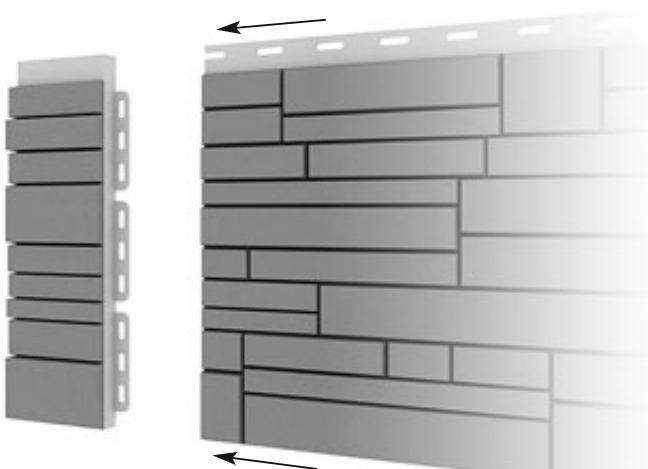

рис. 11: вариант А
3.3. Наружный угол коллекции «скалистый камень» имеет также свои отличительные особенности при монтаже. Наружный угол «скалистый камень» крепится так же на обрешетку, но в отличие от углов других коллекций, он не имеет пазов для соединения с основной панелью (рис. 9). Крепление панели и угла производится за счет стыка отпиленной стороны панели к наружному углу (рис. 11). В то время как наружные углы других коллекций представлены в виде выступающих элементов отделки, то данный угол с панелью образует одну плоскость. Это было разработано, в первую очередь, для отделки колонн, где требуется, чтобы угол плавно переходил в панель без выступов. При отделке конструкции фасадными панелями и углами коллекции «скалистый камень» очень важно точно измерить длину монтируемой панели, поскольку панель нужно подпилить ровно и заточить так, чтобы не было зазоров в месте стыка с углом. Для подрезки фасадных панелей в случае сопряжения с углом «камень скалистый» необходимо